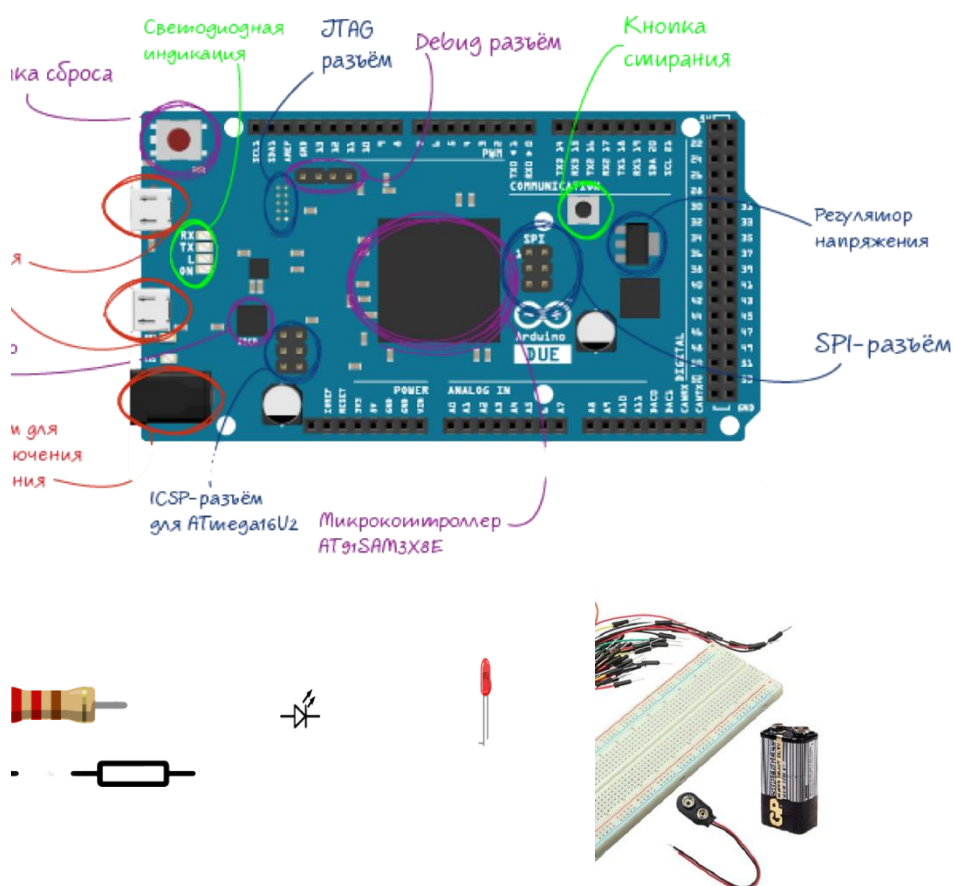

Рис.1. Компоненты для сборки схемы
1. Собрать, используя аппаратную платформу ARDUINO, и запрограммировать (написать код) в ПО ARDUINO Genuino работу схемы с 3 светодиодами. Светодиоды подключить через токоограничивающие резисторы к 8, 9 и 7 пину микропроцессорного устройства Arduino UNO. Обеспечить последовательное мигание светодиодов в цикле: первым загорается светодиод, подключенный к 8, затем к 9 и 7 пину. Интервал между последовательным миганием светодиодов – 200 мс. Компоненты для сборки схемы показаны на рис. 1.